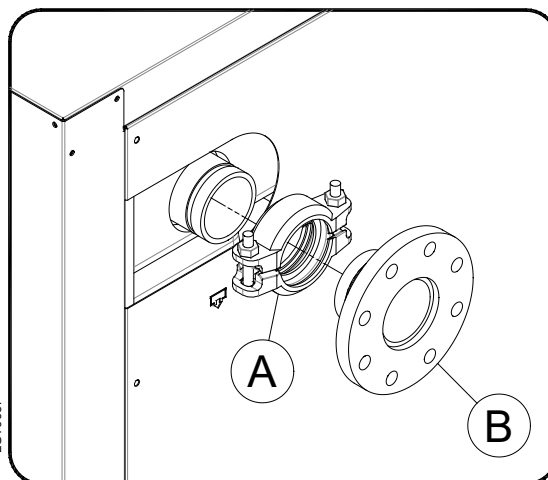

Fig.2
Montage de la bride de raccord (B) et du collier Victaulic® (A) (voir fig.2)